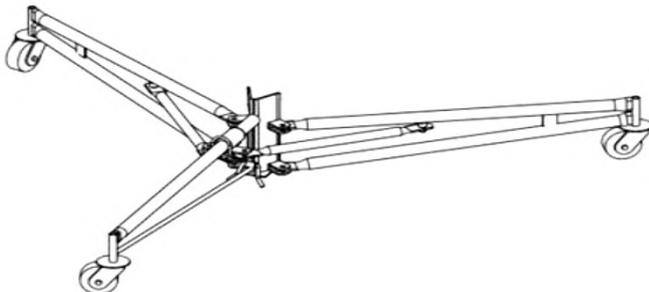

Bild 13
- När alla ben är anslutna kommer den slutliga basenheten att se ut som visas i fig. 13.